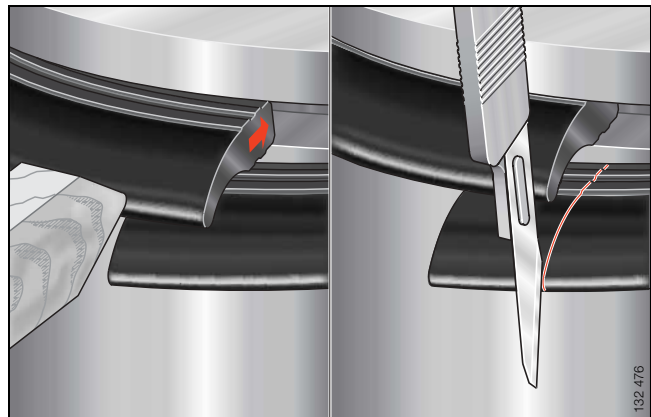

Bild 2 · Profil in Einbauraum drücken und zuschneiden
- z.B. mit stumpfen Holzkeil (Bild 2).
- Profil auf exakte Länge schneiden (Bild 2) – beachten, dass die Stoßstellen plan sind.